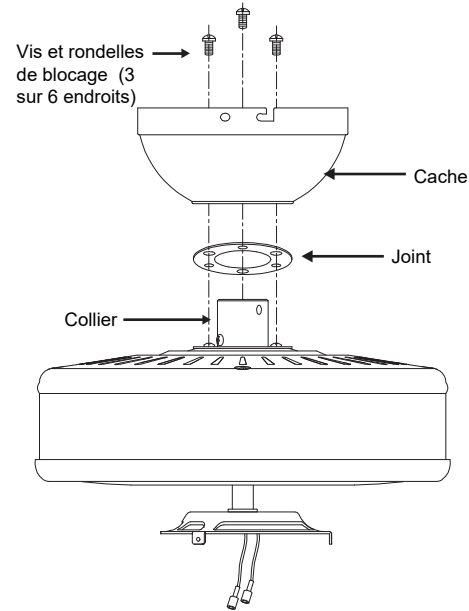

Fig. 8
Étape 3. Retirez trois des six vis et rondelles de blocage (une vis/rondelle sur deux) du collier situé sur le dessus du moteur (**Fig. 8**).
Étape 4. Placez le cache du plafond et le joint sur le collier en haut du moteur. Alignez les trous de montage avec les trous du moteur et fixez-les à l'aide des vis et des rondelles de blocage fournies (**Fig. 8**).
Étape 5. Serrez fermement les vis de fixation (**Fig. 8**).